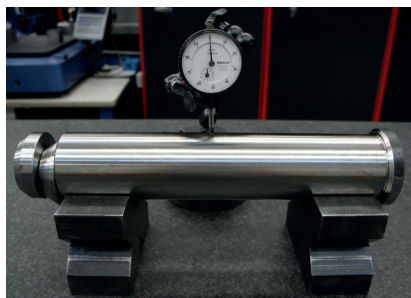

Fig.6
5.2 Effectuer au moins tous les 12 mois un contrôle de cylindricité pour vérifier eventuelles déformations permanentes (voir **Fig.6**): en cas des erreurs supérieurs à 0.25 mm remplacer les broches intéressés.
5.3 En cas des imprévus effondrements des cordes / chaînes de levage avec un conséquent surcharge sur les broches de manutention, soumettre ceux-ci au contrôle de cylindricité (voir **Fig.6**) pour vérifier eventuelles déformations; en cas des erreurs supérieurs à 0.25 mm remplacer les broches intéressés.
5.4 En cas de collisions accidentelles dans le zones d' élingue pendant les opérations de soulèvement / movimentation / renversement, soumettre ceux-ci au contrôle de cylindricité pour vérifier eventuelles déformations; en cas des erreurs supérieurs à 0.25 mm (voir **Fig.6**) remplacer les broches intéressés;